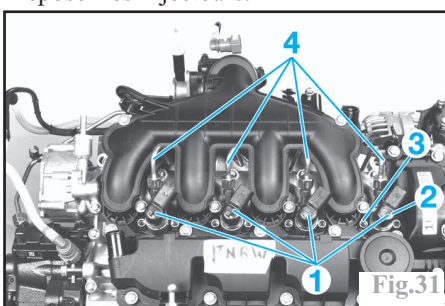

Fig.31
- le tube EGR (2).
- l'ensemble boîtier papillon - collecteur d'admission (3).
- les canalisations haute pression carburant (4) (Fig.31) des injecteurs.